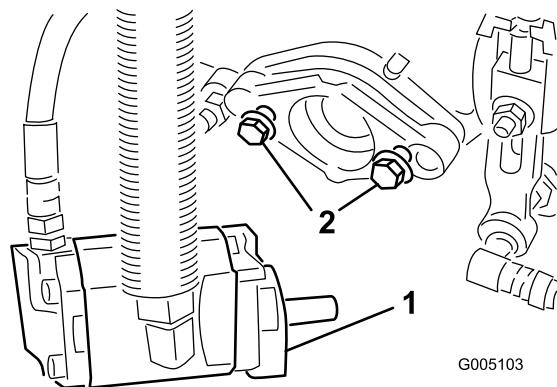

Bild 14
- Bringen Sie die Befestigungsschrauben an, mit denen die Spindelantriebsmotoren an jedem Mähwerk befestigt werden. Lassen Sie ungefähr 13 mm Gewinde an jedem Befestigungsbolzen sichtbar (Bild 14).
- Ziehen Sie die Befestigungsschrauben fest** (Bild 14).